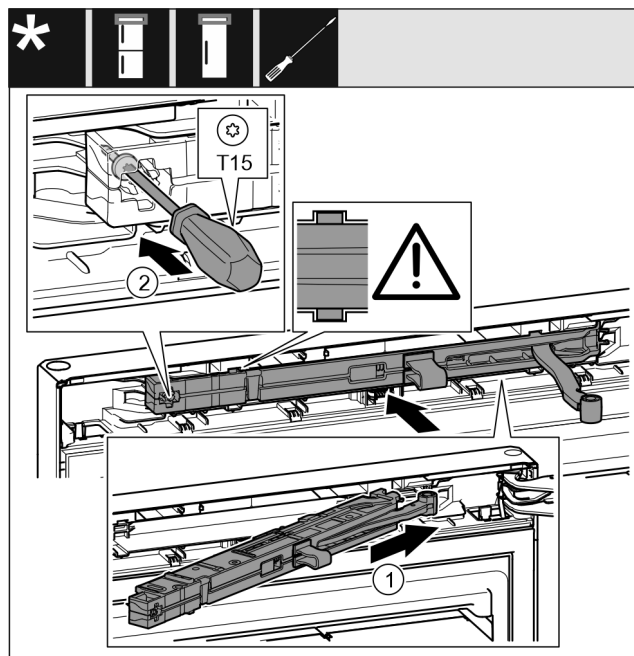

Fig. 51
- ▶ 将托架侧面的关门阻尼单元 Fig. 51 (1) 倾斜插入凹槽直至止挡装置。
- ▶ 用螺丝刀拧紧螺钉 Fig. 51 (2)。